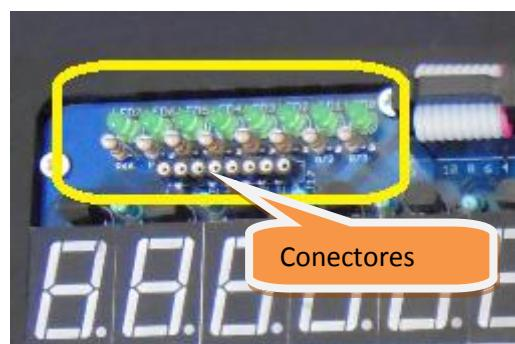

Figura 14
- A localização do módulo II de leds juntamente com seus conectores é apresentada na figura 14.